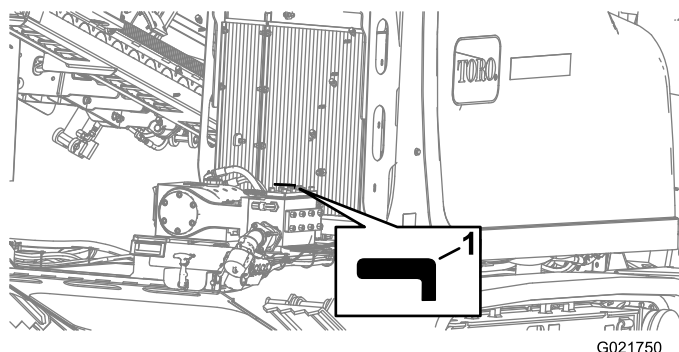

Figura 118
4. Gire a válvula de fluido de perfuração no sentido horário até a posição OFF (Figura 118).